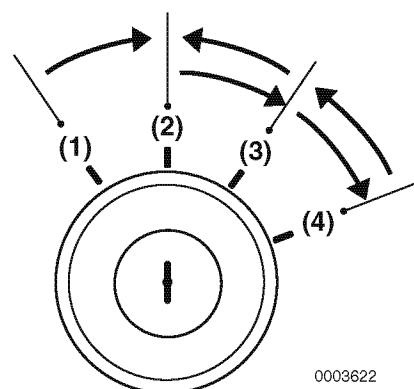

Figure 2
- Ruotare su GLOW la chiave di accensione (**Figure 2, (1)**) per 15 secondi.
- Mettere su ON la chiave di accensione (**Figure 2, (3)**). Verificare che le spie sul quadro strumenti s'illuminino e gli allarmi acustici funzionino. Questo significa che spie e allarmi funzionano correttamente.
7. Mettere su START la chiave di accensione (**Figure 2, (4)**). Rilasciare la chiave di accensione quando il motore è avviato. L'allarme acustico e le spie devono spegnersi.